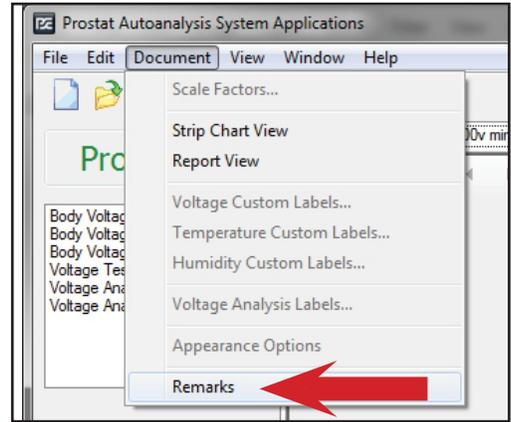

図 42: Remarksを選択するとレポートにコメントを追記できます
3. 4ページ目の付記を作成するために、Document を押しRemarks を選択してください。(図 42) 入力したコメントは4ページのレポートに現れます。